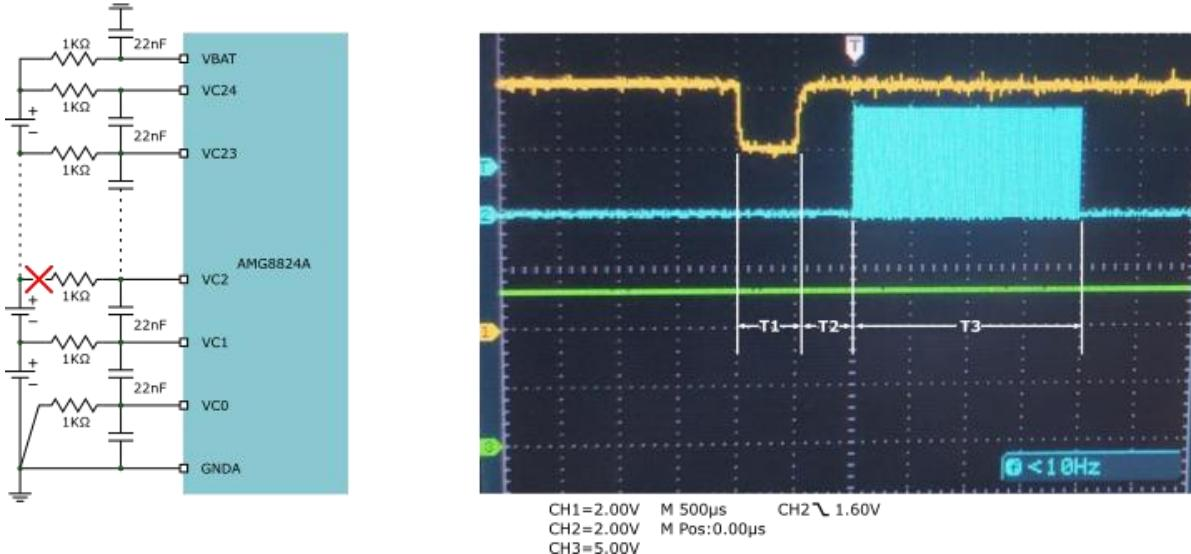

图 11：断线诊断示意图
假设在图 11 的红色画“×”的地方发生断线。当芯片执行断线检测时，会进行以下动作：
- 使能 VC1 和 VC2 的被动均衡，内部均衡 mos 导通，时间 T1（见图 11）。
- 关闭 VC1 和 VC2 的被动均衡，延时时间 T2（见图 11），若断线，VC2—VC1 电压被拉低以后无法恢复；而如果没断线的话，VC2 管脚电压可以快速恢复。